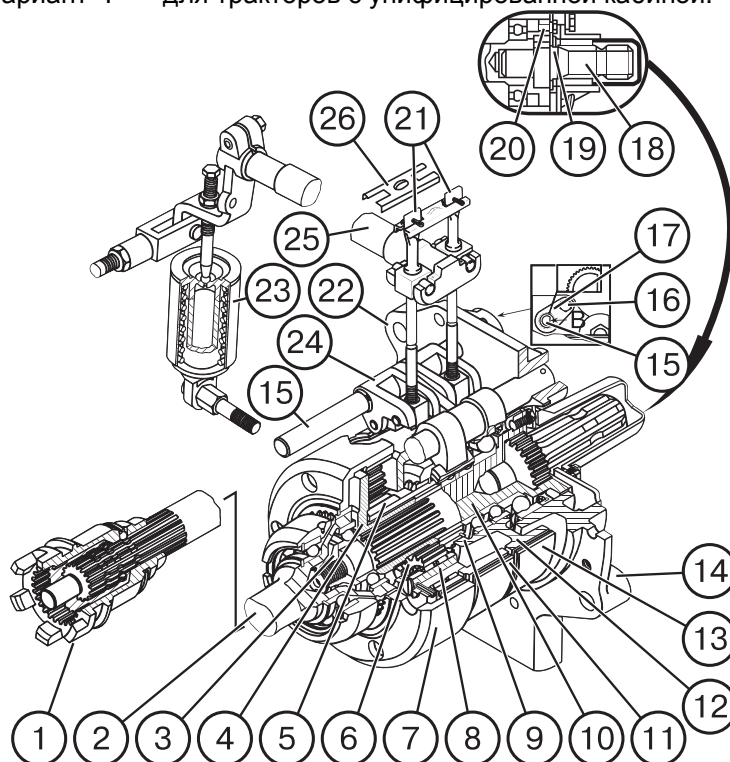

Рис. 56 Планетарный редуктор заднего ВОМ:
1. Установите эксцентриковую ось 15 (рис. 56) в исходное положение, чтобы лыска "В" находилась справа вертикально и зафиксируйте стопорной пластиной 17 и болтом 16;
6. Снимите стопорную пластину 26 (рис. 56), заверните винты 21 до отказа усилием 10 кгс на ключе или плоскогубцах длиной 100 мм (моментом 1 кгс•м), а затем отверните каждый винт на 2-2,5 оборота;
2. Выверните болт 16 (рис. 56), снимите пластину 17 со шлицевого хвостовика на оси 15;
После нескольких наружных регулировок эксцентриковая ось 15 (рис. 56) может занять крайнее левое положение (лыска "В" станет вертикально слева), что указывает на израсходование запаса внешней регулировки. В этом случае эксцентриковую ось поворотом против часовой стрелки установите в исходное положение (лыска справа вертикально), после чего выполните регулировочные операции, как описано выше (при сборке на заводе или после ремонта ВОМ).
На некоторых партиях тракторов возможно отсутствие механизма внешней подрегулировки управления ВОМ (поз. 15, 16, 17 рис. 56). В этом случае регулировку производите, как указано выше для регулировки управления ВОМ после ремонта или при сборке на заводе. На тракторах с малогабаритной кабиной размер "Б" составляет 50-60 мм. Эффективность тормозов ВОМ, отсутствие буксования зависит только от пружинного механизма, в первую очередь от наличия свободных зон для работы его и связанных с ним рычагов. Буксование ВОМ означает, что пружинный механизм или рычаги встре-